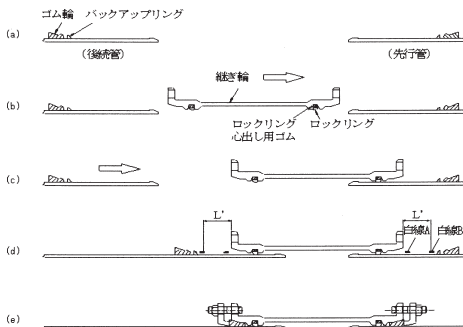

図46 継ぎ輪の施工手順(一方から順次配管していく場合)
先行管(先に布設した管)と後続管(先行管と接続する管)の挿し口にゴム輪およびバックアップリングを向きに注意してセットする。(図46(a))
4) ロックリングの拡大と同じ要領で、継ぎ輪の先行管側受口のロックリングを拡大し、ストッパをセットした後、継ぎ輪を先行管に預け、ストッパを引き抜く。(図46(c))
挿し口白線Bと受口端面の間隔を表6のL'にあわせて、継ぎ輪の位置を決める。(図46(d))。
押輪、ゴム輪、バックアップリング、T頭ボルトおよびナットを異形管（呼び径300～450）と同じ要領で取り付ける。標準締め付けトルクは表7に示す。(図46(e))